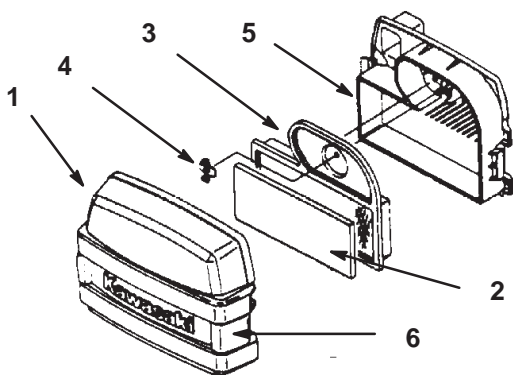

Figure 20
2. Nettoyez la surface autour du filtre à air pour éviter que des impuretés ne s'introduisent dans le moteur et l'endommagent. Dégagez les deux fixations latérales et déposez le couvercle du filtre à air (Fig. 20).
3. Sortez délicatement l'élément en mousse de l'élément en papier (Fig. 20).
4. Dévissez l'écrou papillon et retirez l'élément en papier (Fig. 20).
1. Glissez délicatement l'élément en mousse dans l'élément en papier (Fig. 20).
2. Installez l'ensemble filtre à air sur sa base et mettez l'écrou papillon (Fig. 20).
3. Reposez et verrouillez le couvercle du filtre à air (Fig. 20).